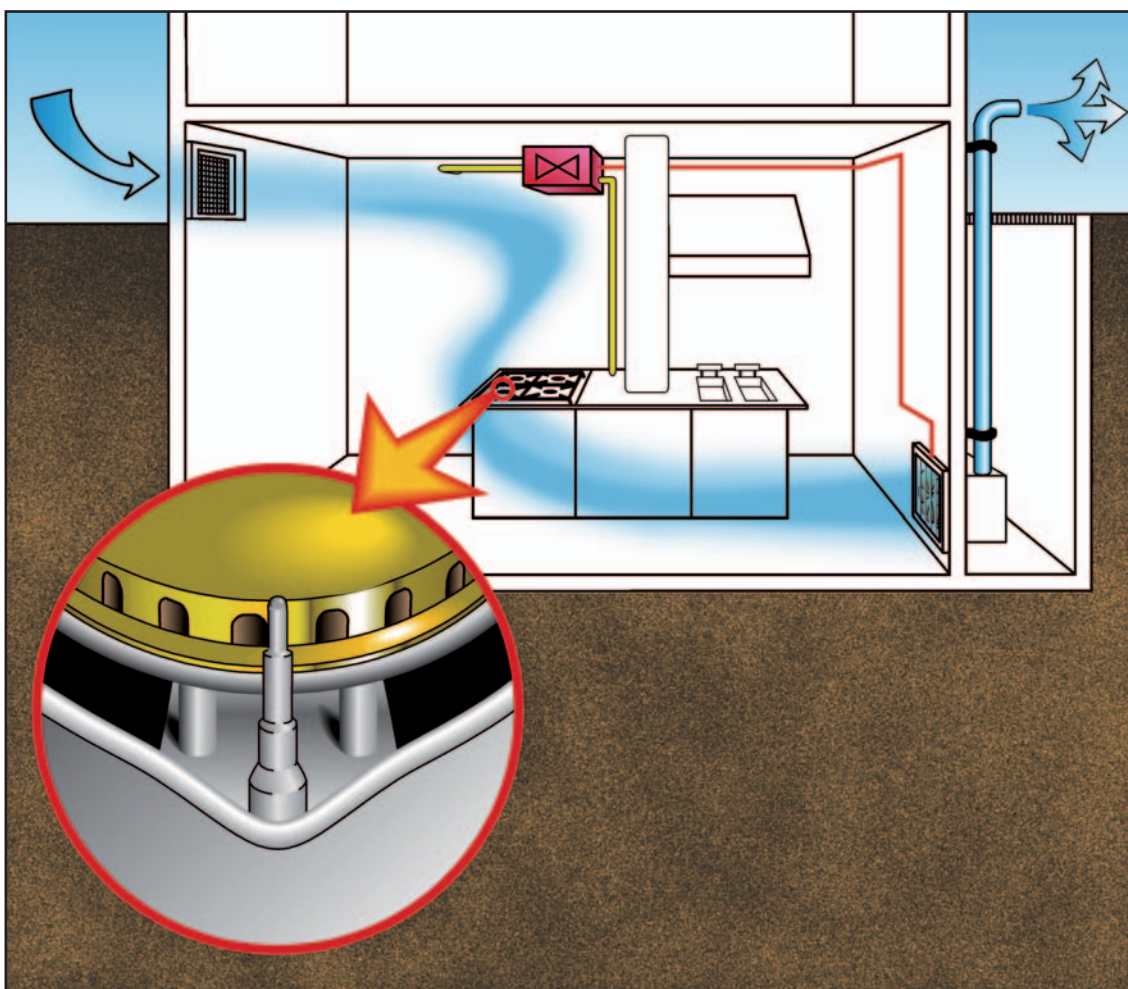

Bild 21:
- Verbrauchseinrichtungen mit thermoelektrischer Züandsicherung (Bild 21 und 35)
- Gaszufuhr nur bei überwachter wirksamer Lüftung (Koppelung; Bild 21)